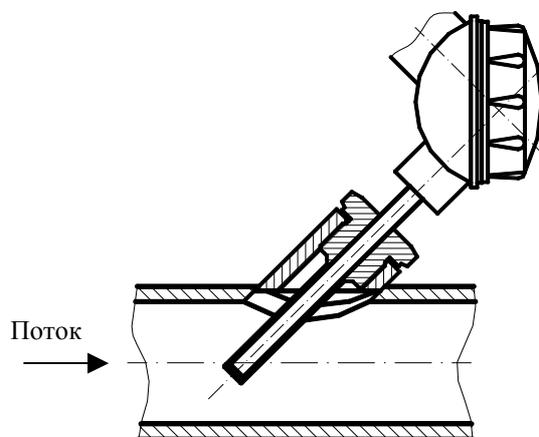

Рисунок 6. Наклонная установка термопреобразователя.
- Если радиальная установка термопреобразователей невозможна, то они устанавливаются наклонно (см. **Рисунок 6**), при этом углы наклона их продольных осей к направлению потока на подающем и обратном трубопроводах должны отличаться на величину не более чем три градуса.